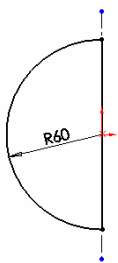

图 5-210 绘制的草图
① 设置基准面。在左侧的“FeatureManager 设计树”中用鼠标选择“前视基准面”作为绘制图形的基准面。
② 绘制草图。利用“草图绘制实体”菜单命令，绘制如图 5-210 所示的草图并标注尺寸。
③ 旋转实体。选择菜单栏中的“插入”→“凸台/基体”→“旋转”命令，或者单击